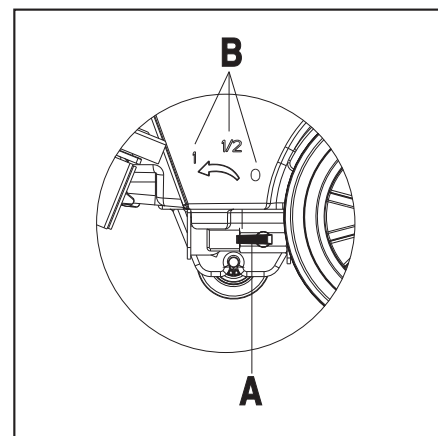

FIGURE 10
Le réglage de la poignée du clapet à bille (A, Figure 10) doit être effectué lorsque l'interrupteur principal (41) est en position arrêt (Off).
- Le débit d'eau peut être réglé à l'aide de la poignée du clapet à bille (A, Figure 10) en fonction de la quantité d'eau nécessaire pour le nettoyage à réaliser.